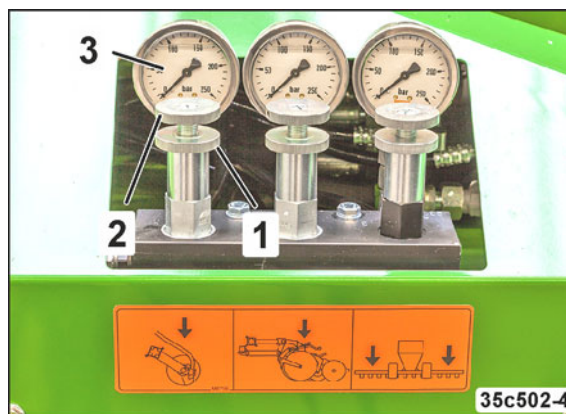

Fig. 201
1. Desserrer le contre-écrou (Fig. 201/1).
2. Tournez la vis de la soupape (Fig. 201/2) pour régler la pression d'enterrage des socs fertiliseurs.
- Relevez la pression sur le manomètre (Fig. 201/3).